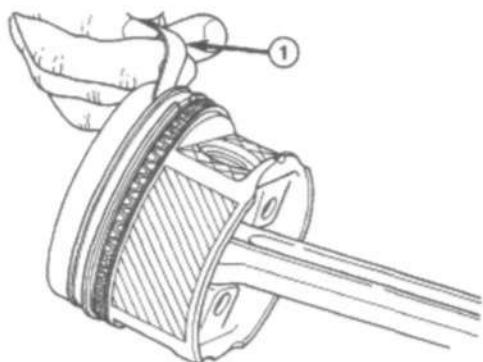

Рис. 67 Боковой зазор поршневого кольца
- (2) Проверить боковой зазор канавки поршневого кольца (Рис.67). См. Значение в Спецификациях двигателя.